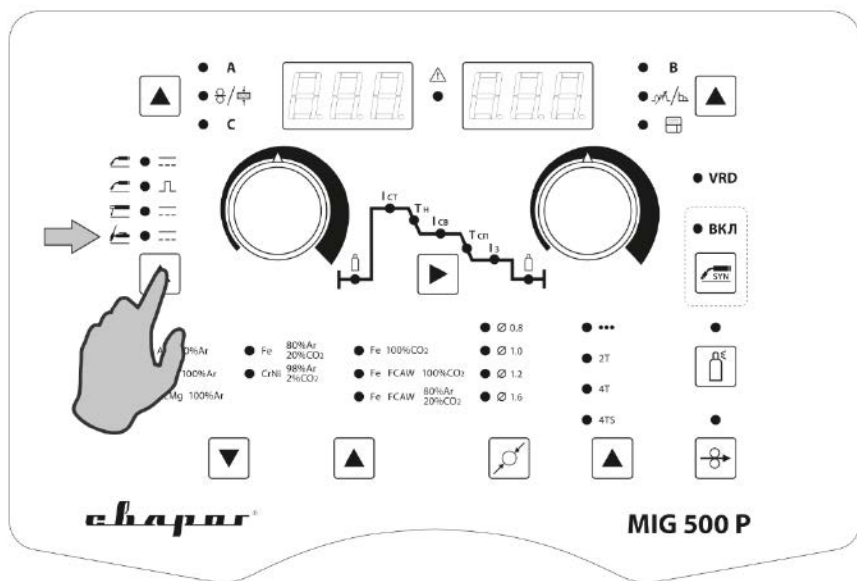

Рис. 12.0.2. Выбор способа сварки.
4. Перейдите в режим TIG (см. рис. 7.0.2, поз. 16, п.5) на передней панели сварочного аппарата (см. рис. 12.0.2).